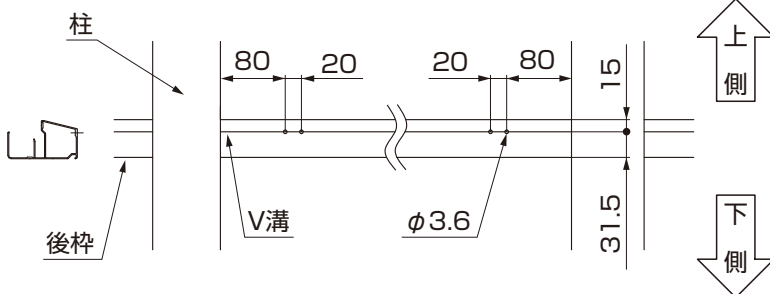

図4-3
- ①現場で、後枠の側面にφ3.6の孔をあけてください。(図4-3参照)